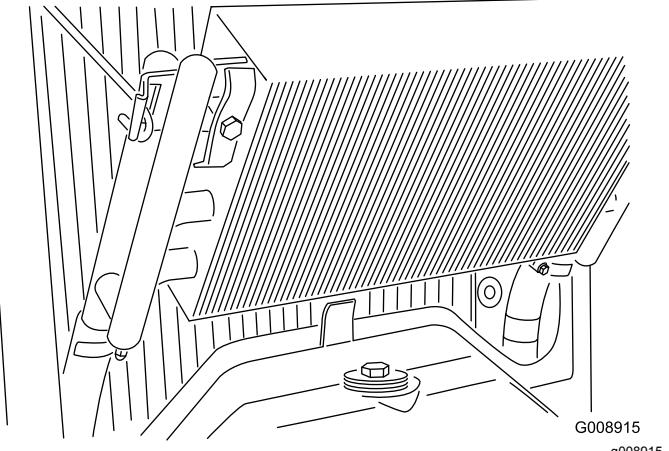

図 59
3. オイルクーラのラッチを外し、クーラーを後ろに傾ける図 59。オイルクーラとラジエターの裏表を水または圧縮空気で丁寧に清掃する。オイルクーラを元に戻し、スクリーンを閉める。